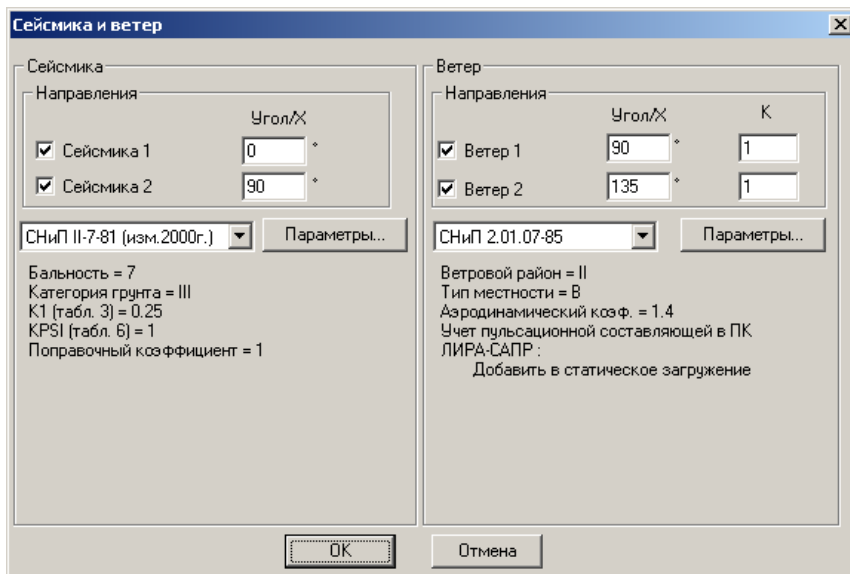

Рис.1.17.1. Окно диалога Сейсмика и ветер
- В открывшемся окне диалога **Сейсмика и ветер** (рис. 1.17.1) выполните следующие действия:
- В окне диалога **Сейсмика и ветер** (рис. 1.17.1) задайте ветровые воздействия по двум направлениям: